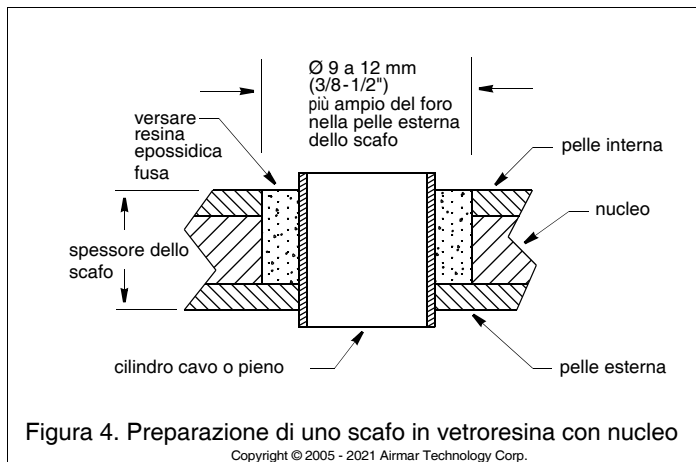

Figura 4. Preparazione di uno scafo in vetroresina con nucleo
2. Utilizzando una sega a tazza da Ø 51mm o 2", ritagliate il foro dall'esterno dello scafo attraversando esclusivamente la pelle esterna (Figura 4).